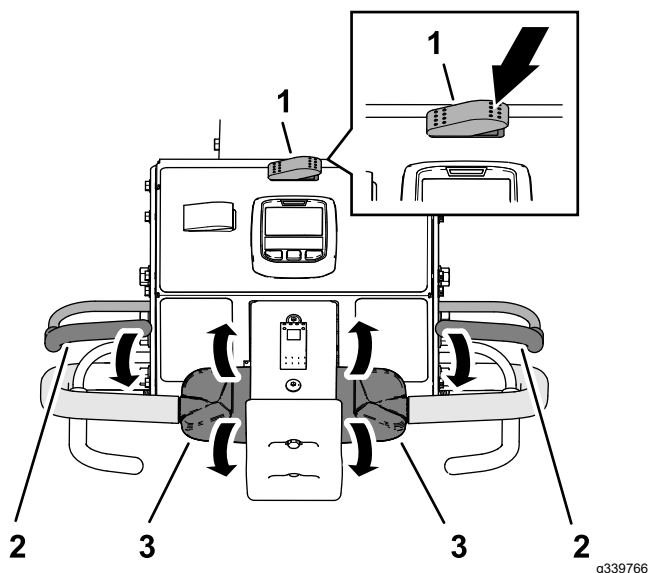

Figura 87
3. Premete il lato destro dell'interruttore trasporto/arieggiatura selezionando ARIEGGIATURA (Figura 87).
5. Stringete la maniglia destra o sinistra e la barra di presenza dell'operatore (Figura 87) e spingete la barra verso la maniglia.